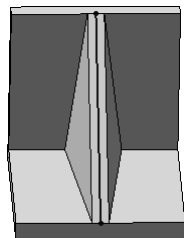

图 3-101 设置“拔模角”的作用
- 单击“拔模”按钮还可设置筋特征的拔模角,其效果如图 3-101 所示。